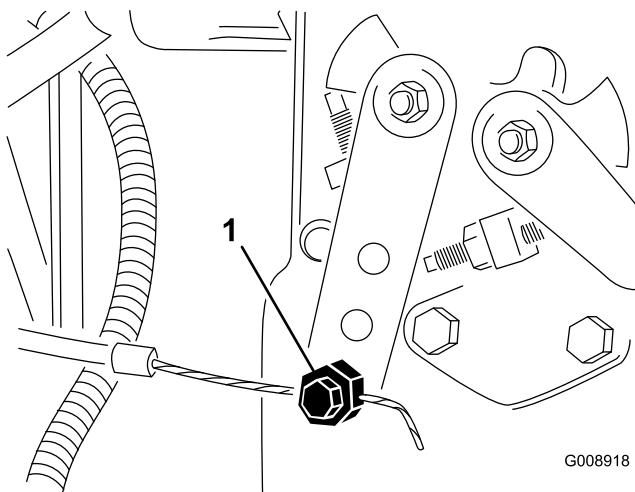

図 57
- 噴射ポンプのレバー・アーム（図 57）の部分にあるスロットル・ケーブルのコネクタをゆるめる。